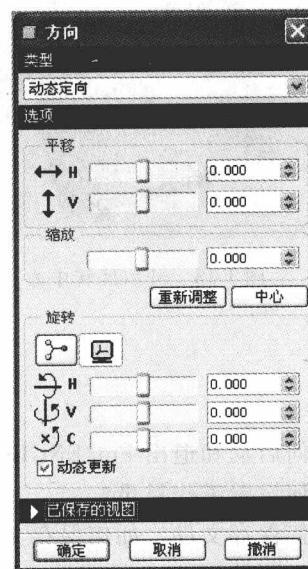

图 1-16 “动态定向”设置
(2) 动态定向 在“方向”对话框的“类型”选项列表框中选择“动态定向”选项时，可以使用鼠标拖动滑块的方式来对模型进行平移、缩放和旋转操作，也可以通过给定精确的相关参数来定向模型，如图 1-16 所示。